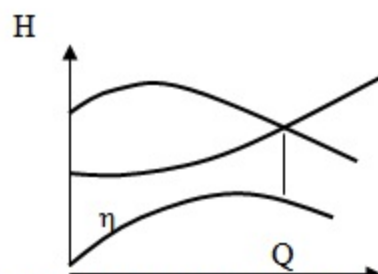

Рис.4 Оптимальний режим роботи
- 2 Оптимальний (рис. 4) — це сійкий режим роботи при максимальному К. К. Д.